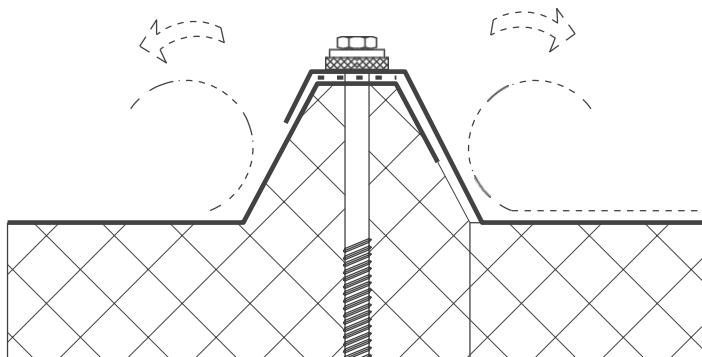

Рис. 30
- наклеить изоляционную прокладку (герлен или аналог) на прогоны; удалить полиэтиленовую защитную пленку с замкового соединения панелей Рис. 30;